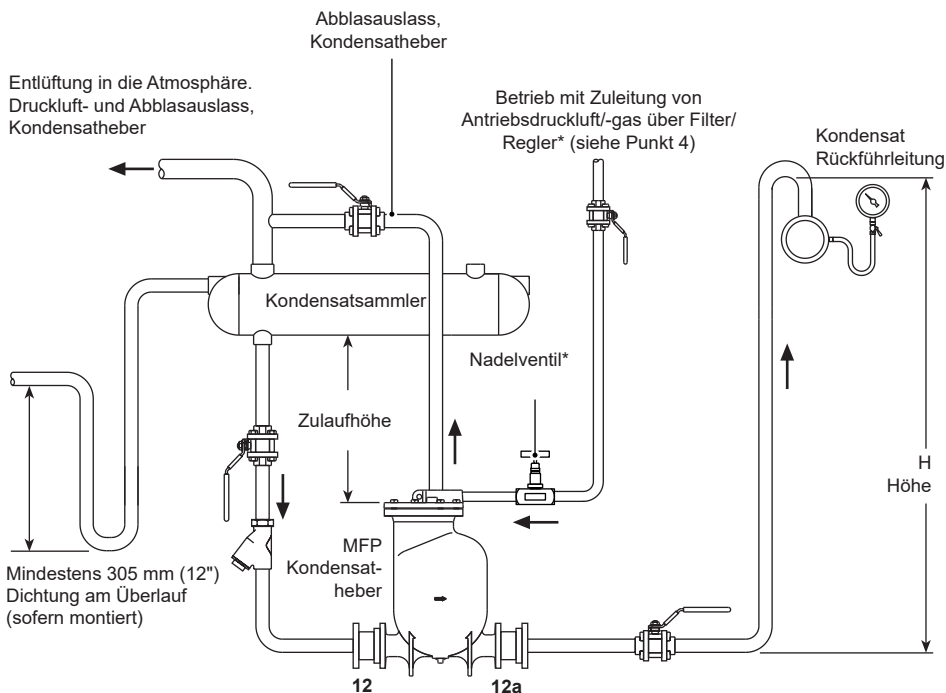

Abb. 5
1. Den Kondensatheber unter der zu entleerenden Anlage installieren. Der Abblasanschluss muss vertikal nach oben weisen. Der Kondensatheber sollte mit der empfohlenen Zulaufhöhe installiert werden (der vertikale Abstand zwischen der Oberkante des Kondensathebers und dem Boden des Behälters/Kondensatsammlers), siehe Abschnitt 3.2 und Abb. 5. Andere Zulaufhöhen finden sich in der separaten Kapazitätstabelle.
Über dem Füllhöheniveau ist ein ausreichendes Behältervolumen erforderlich, um das Kondensat aufzunehmen, dass den Kondensatheber während des Entleerungshubs erreicht. Der Kondensatsammler kann eine Leitungslänge mit großem Durchmesser oder ein Tank sein. Bei Bedarf kann eine Überlaufleitung für den Kondensatsammler installiert werden, wie in Abb. 4 und Abb. 5 in Kapitel 3 dargestellt, und in einen geeigneten Ablauf geführt werden. Die Leitung muss einen U-Bogen als Wasservorlage von mindestens 305 mm (12") Tiefe unmittelbar hinter dem Kondensatsammler bilden.